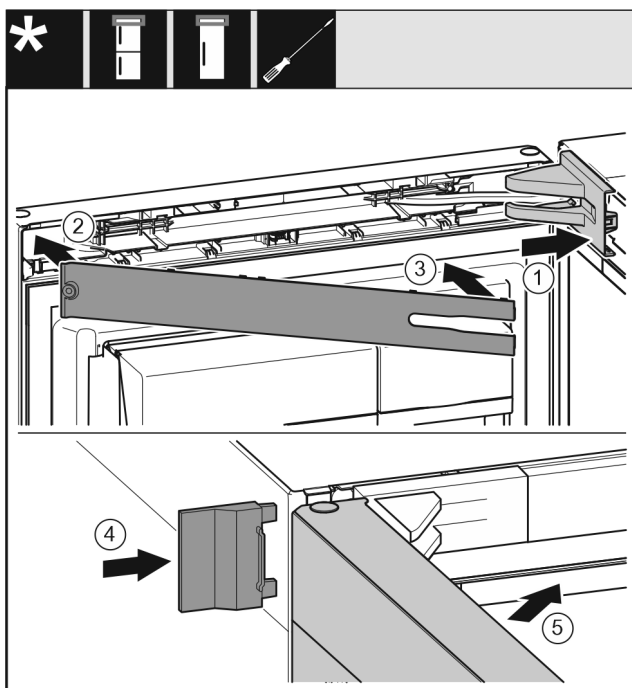

Fig. 22
- ▶ Applicare la copertura del blocco di supporto e innestarla, se necessario premere con cautela. Fig. 22 (1)
- ▶ Applicare il pannello. Fig. 22 (2)
- ▶ Ruotare verso l'interno il pannello e innestarlo. Fig. 22 (3)
- ▶ Spingere la copertura esterna. Fig. 22 (4)
- ▶ Chiudere la porta superiore. Fig. 22 (5)